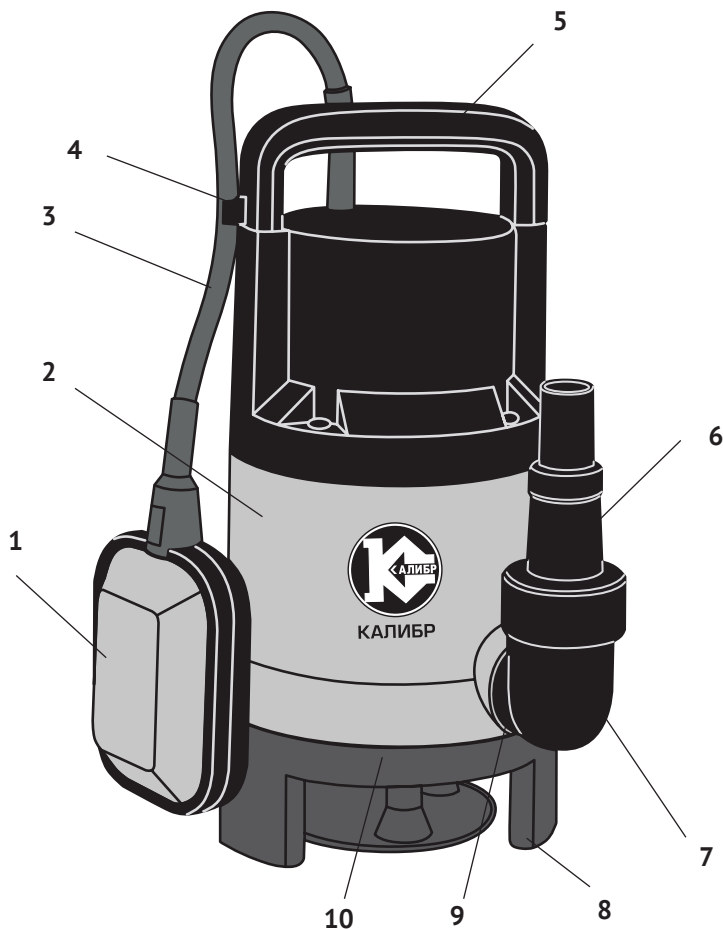

рис. 1
2.4 Общий вид насоса представлен на рис.1
2.5 Двигатель и насос расположены в пластиковом корпусе (рис.1 поз.2). Насос приводится в действие асинхронным двигателем переменного тока. Подключение насоса к сети осуществляется кабелем питания (рис.1 поз.1) со штепсельной вилкой с заземляющим контактом. Насос начинает работу при подключении к сети питания.
4.5 Привяжите верёвку (трос) к ручке (рис.1 поз.5) насоса. Кабель
питания (рис.1 поз.1) можно закрепить на этой верёвке.